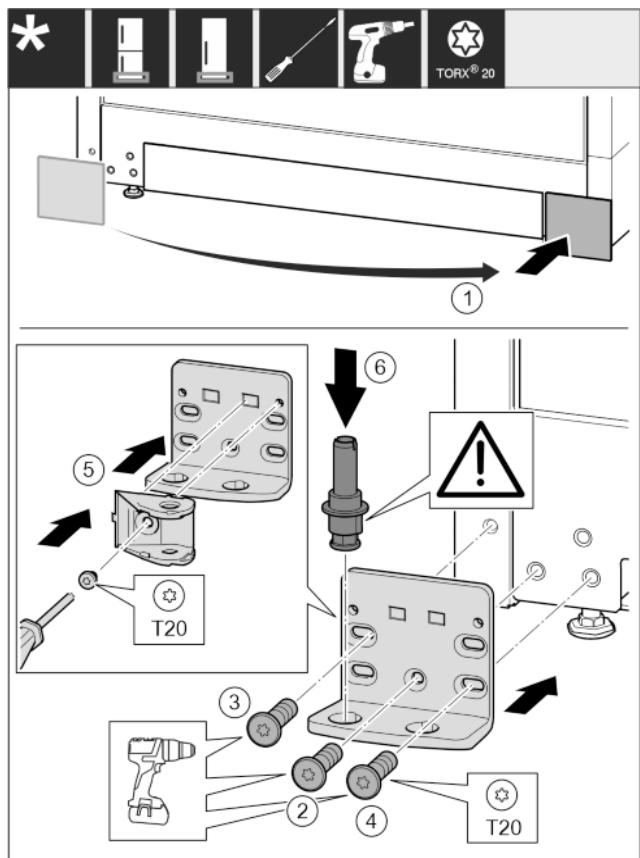

Fig. 28
- ▶ Odoberte kryt a pripojte ho na druhú stranu. Fig. 28 (1)
- ▶ Ložiskovú konzolu nasadte na druhú stranu a priskrutkujte ju pomocou skrutkovača T20. Začnite skrutkou 2 dole v strede. Fig. 28 (2)
- ▶ Pevne zaskrutkujte skrutku 3 a 4. Fig. 28 (3,4)
- ▶ Spoj tlmiča uzatvárania otočte o 180°. Na druhej strane ložiskovej konzoly ho priskrutkujte skrutkovačom T20. Fig. 28 (5)
- ▶ Ložiskový čap úplne nasadte. Dbajte pritom na to, aby zaistovací doraz ukazoval smerom dozadu. Fig. 28 (6)